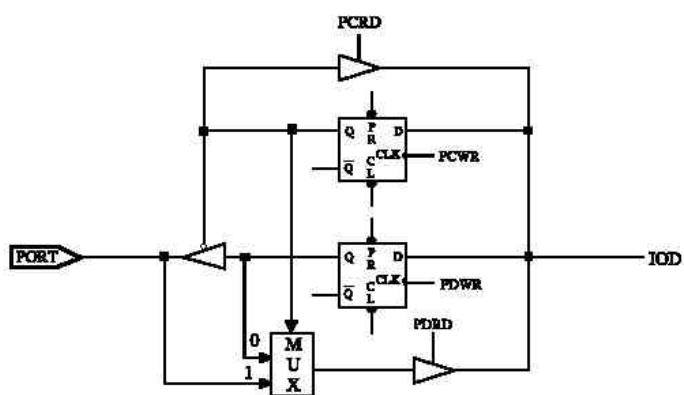

图 7 I/O 端口、I/O 控制寄存器电路
- 第 3 位 (ROC) 用于 R-option 功能。ROC 置 1，则 R-option 引脚 P80、P81 状态可读出，ROC 清 0 则禁止该功能。另外，介绍一下 R-option 功能。用户必须将 P81 或/和 P80 引脚通过 560K 外部电阻 (Rex) 与 VSS 相连。若 Rex 与 VDD 相连/未连，P80 (P81) 状态读出为 0/1。参见图 7 (B)。该位可读写。
程序控制中，I/O 端口可由控制寄存器 (IOC5~IOC9) 设置为输入或输出。I/O 寄存器和 I/O 控制寄存器都是可读写的。I/O 接口电路如图 7 所示。注意，从 I/O 端口读数据时，输入和输出不同状态的读路径不同。